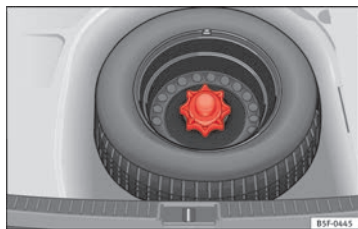

Fig. 175 Rueda de emergencia: piso de carga alzado.
- Alce el piso de carga y manténgalo en posición elevada para poder sacar la rueda de emergencia ⇒ fig. 175.